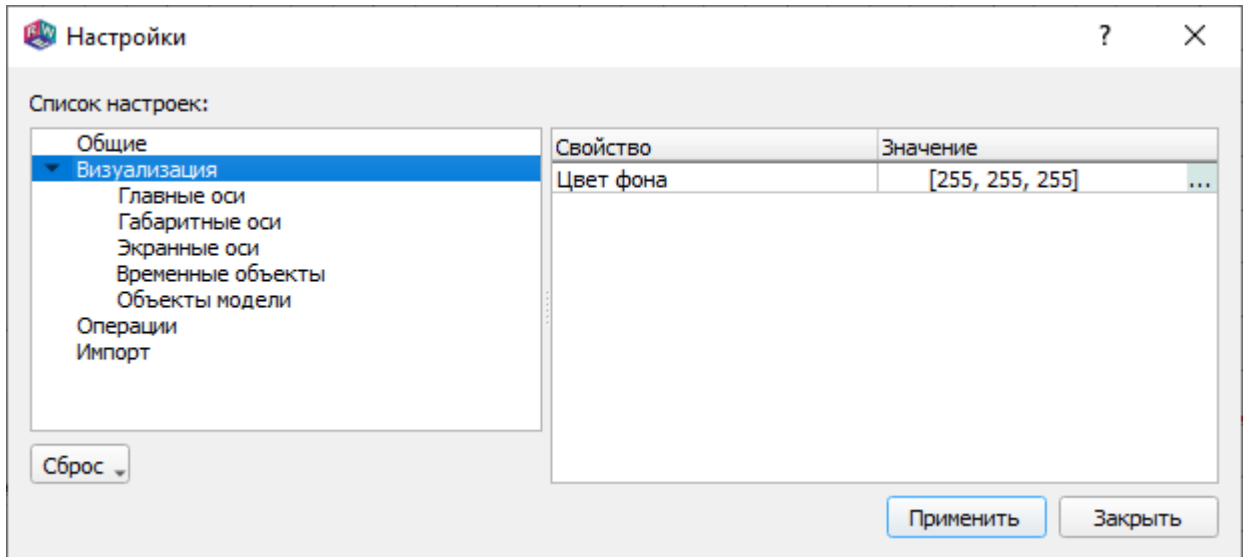

Рис. 193
17.3.1.1. Вид страницы настроек фона окна визуализации показан на рис. 193.